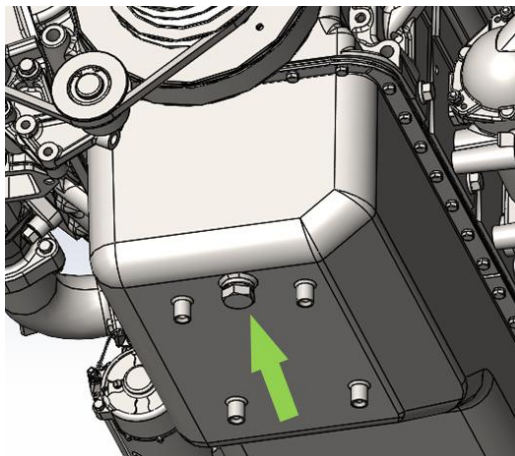

Рисунок 5.11. Сливная пробка масляного картера
- ▶ Ослабьте сливную пробку масляного картера, рис. 5.11;